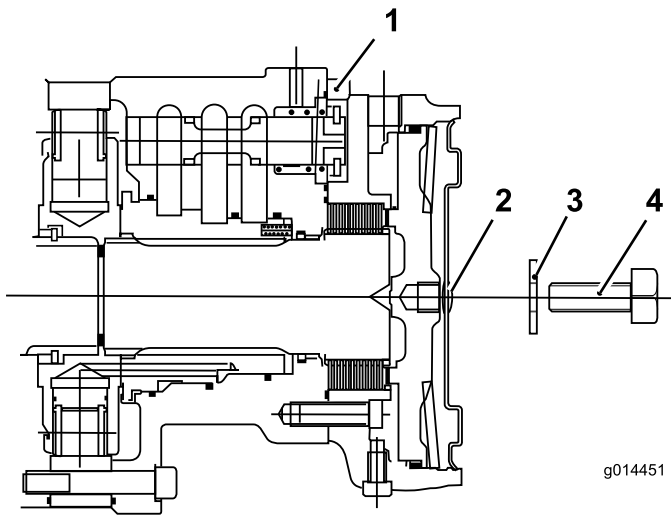

Figura 39
- Retire el perno de 12 x 40 mm y la arandela de 12 mm del taladro en el centro de la placa del extremo del motor (Figura 39).